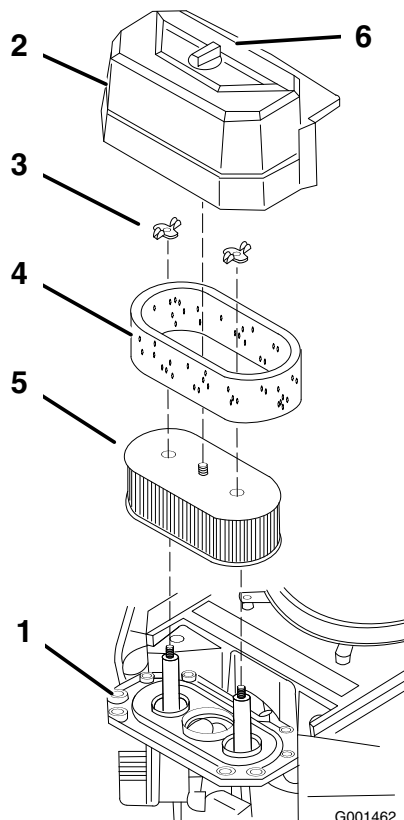

Figure 23
3. Nettoyez la surface autour du filtre à air pour éviter que des impuretés n'endommagent le moteur en tombant à l'intérieur (Figure 23).
4. Dévissez le bouton du couvercle et déposez le couvercle du filtre à air (Figure 23).
5. Dévissez les 2 écrous à oreilles et déposez l'ensemble filtre à air (Figure 23).
6. Sortez délicatement l'élément en mousse de l'élément en papier (Figure 23).
1. Ne nettoyez pas l'élément en papier. Remplacez-le toutes les 200 heures de fonctionnement (Figure 23).
1. Glissez délicatement l'élément en mousse sur l'élément en papier (Figure 23).
2. Posez l'ensemble filtre à air sur sa base et fixez-le en place avec les 2 écrous à oreilles (Figure 23).
3. Mettez le couvercle du filtre en place et serrez le bouton (Figure 23).